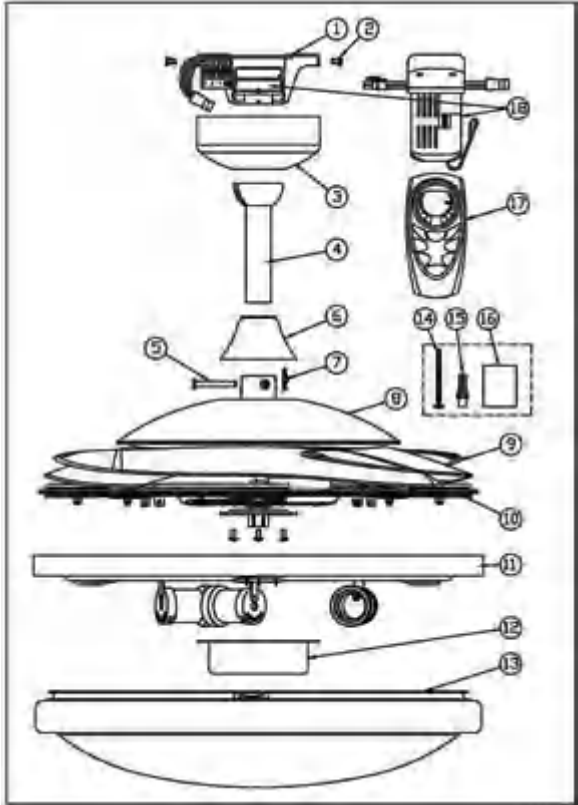

FIGURA 1
Extraiga el ventilador e identifique cuidadosamente las partes. Consulte la FIGURA 1
2) RETIRE EL DOSEL PARA CIELO RASO (NO. 3 - FIGURA 1) AFLOJANDO LOS DOS TORNILLOS CON RANURAS.
1) PASE LA VARILLA VERTICAL A TRAVÉS DEL DOSEL PARA CIELO RASO (NO. 3 - FIGURA 1) Y LA CUBIERTA PARA PERNO Y PASADOR (NO. 6 - FIGURA 1).
3) INSERTE LA VARILLA VERTICAL (NO. 4 - FIGURA 1) EN LA PARTE SUPERIOR DE LA UNIDAD (NO. 8 - FIGURA 1). ALINEE LOS ORIFICIOS DE LA UNIDAD CON LOS ORIFICIOS DE LA VARILLA VERTICAL E INSERTE EL PERNO (NO. 5 - FIGURA 1). LUEGO, INSERTE EL PASADOR (NO. 7 - FIGURA 1) EN EL EXTREMO DEL PERNO.
2) INSERTE EL RECEPTOR DEL CONTROL REMOTO EN EL SOPORTE DE MONTAJE (NO. 1 - FIGURA 1).
4) LUEGO, DESLICE EL DOSEL PARA CIELO RASO (NO. 3 - FIGURA 1) SOBRE EL SOPORTE DE MONTAJE UTILIZANDO LOS ORIFICIOS RANURADOS. ALINEE LOS OTROS 2 ORIFICIOS Y LUEGO COLOQUE LOS OTROS 2 TORNILLOS. AJUSTE LOS CUATRO TORNILLOS.